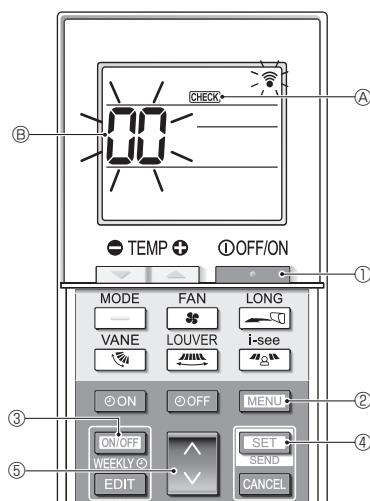

Fig. 7-6
7.3.2. Per il regolatore a distanza senza fili (Fig. 7-6)
- Premere il pulsante ① per arrestare il condizionatore d'aria.
- Se il timer settimanale è attivo (WEEKLY è acceso), premere il pulsante ③ per disattivarlo (WEEKLY è spento).
- Premere il pulsante ② per 5 secondi.
- ④ si accende e l'unità entra in modalità di controllo automatico.
- Premere il pulsante ⑤ ⑥ per selezionare l'indirizzo del refrigerante (indirizzo M-NET) ⑦ dell'unità interna per la quale si desidera eseguire il controllo automatico.
- Premere il pulsante ④.
- Premere il pulsante ①.
- ⑧ e l'indirizzo del refrigerante (indirizzo M-NET) ⑨ si spengono e il controllo automatico è completato.